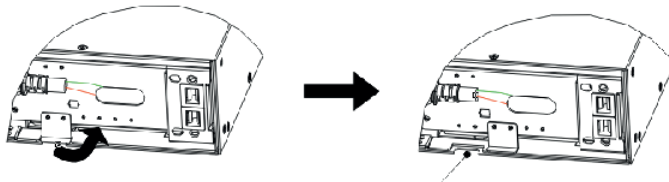

FIG 12: Demontaż zaślepki kabla dla UPS
2. Dans la partie inférieure du couvercle avant de l'ASI, retirez le capuchon de protection du câble de batterie supplémentaire (EBP). Für das folgende (oder nur ein) EBP die EBP-Kabelabdeckung oben auf der EBP-Frontabdeckung entfernen. Abb.12 zur Verdeutlichung der Position der oberen Abdeckung des EBP-Kabels.
3. Retirez le capuchon du câble de batterie supplémentaire (EBP) de la partie supérieure du couvercle avant de batterie (EBP). Regardez la Figure 12 pour comparer la position du capuchon supérieur du câble EBP.
4. Si vous installez plusieurs compartiments de batteries supplémentaires, pour chaque module, retirez le capuchon de protection de batterie de la partie supérieure et inférieure du couvercle avant de batterie. Regardez la Figure 12 pour observer la position des capuchons de protection.
5. Branchez le câble (et) les batteries supplémentaires au connecteur de la batterie comme l'indique la Figure 12. L'alimentation peut accepter 4 kits de batteries supplémentaires au maximum. Connectez le câble noir au câble noir et serrez pour assurer une connexion correcte.